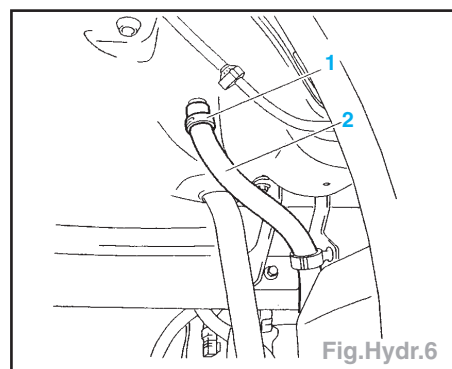

Fig.Hydr.6
- Déclipper le collier (1) et dégager la durit (2) du réservoir (Fig.Hydr.6).